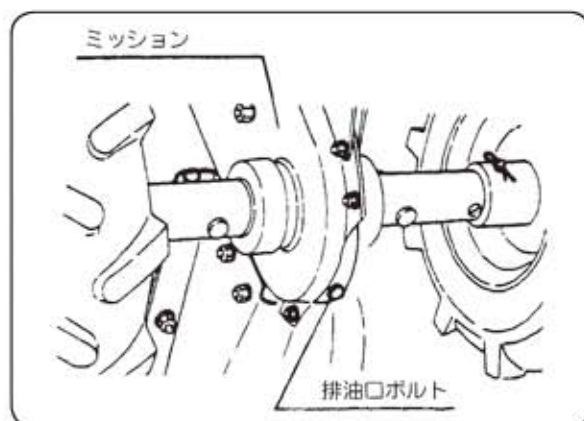

図38
- ① 注油栓を取り外してください。
- ② ミッションケース株にある廃油ボルトを取外して汚れたオイルを流し出してください。(図38)
- ③ 給油口ミッションオイルをゆっくり給油してください。